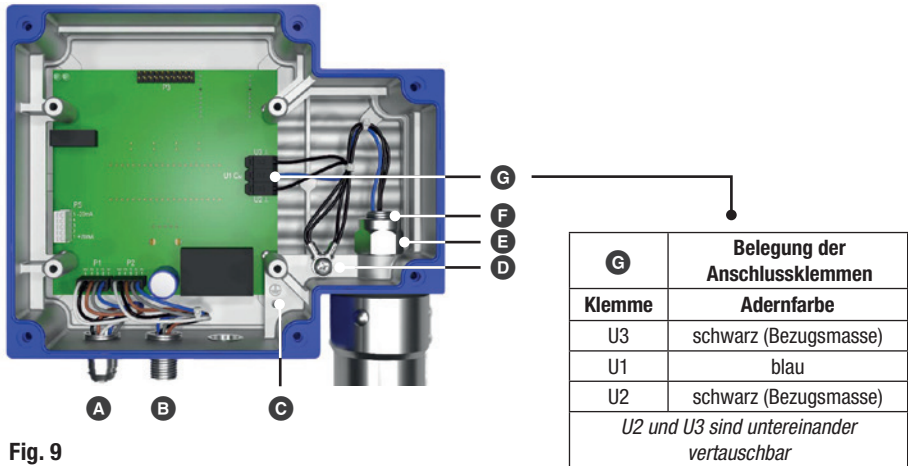

Fig. 9
10. Verbinden Sie die Elektrodenverkabelung wieder mit der Platine, siehe Tabelle in **Fig. 9**.
- ❶ Fig. 9, 10: Flansch (PN 40, DN 50) EN 1092-1 (Einzelelektrode)